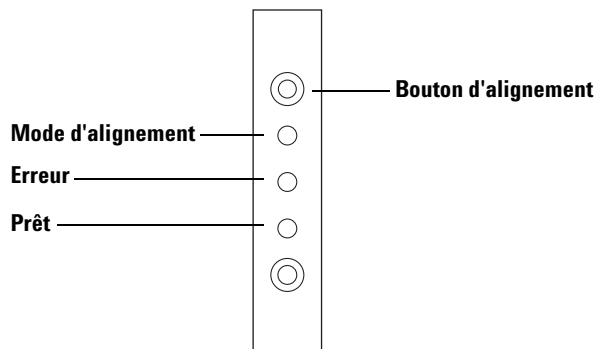

Figure 109 Alignement de la tour
- 4 A l'aide d'un objet long et fin, enfoncez le bouton d'**alignement** situé au-dessus des voyants. Faites attention de ne pas trop enfoncer le bouton renfoncé (voir Figure 109).